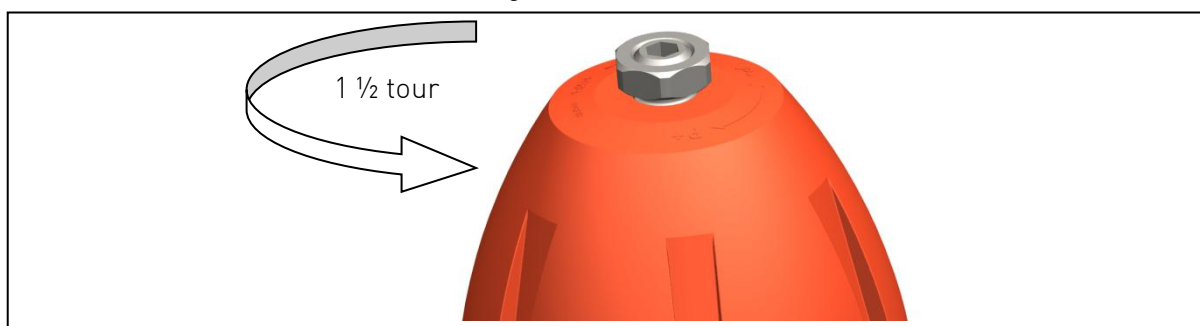

Fig. 3
- Desserrer le contre-écrou, voir Fig. 3.